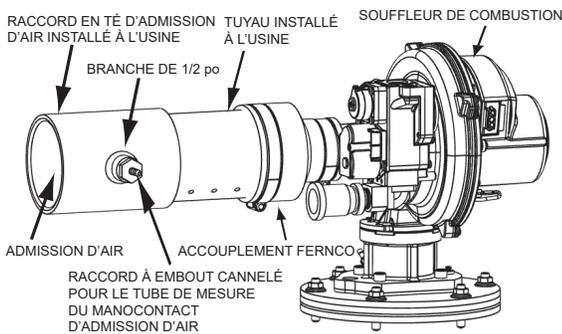

Figure 22. Raccordement d'admission d'air
15. Pour installer un tuyau d'admission d'air de diamètre égal à 2 ou 4 po, poser un adaptateur pour tuyau de 3 po au niveau du raccord d'admission d'air sur le chauffe-eau, comme illustré à la **Figure 22**. Le tuyau de 3 po installé sur place entre le raccord d'admission d'air et le raccord de réduction doit être de 45 cm (18 po) de long au maximum.
16. Pour installer un tuyau d'admission d'air de 6 po, réduire à du tuyau de 4 po au niveau du raccord d'admission d'air sur le chauffe-eau, comme illustré à la **Figure 22**. Le tuyau de 4 po installé sur place entre le raccord d'admission d'air et le raccord de réduction 6 x 4 po doit être de 45 cm (18 po) de long au maximum.